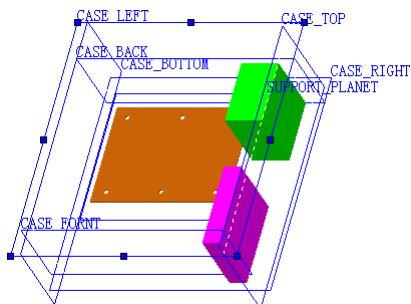
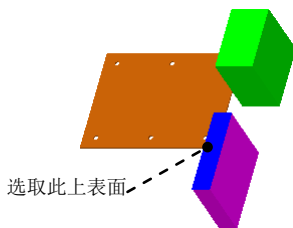

图 17.3.13 创建机箱的左平面
图 17.3.14 选取参考实体
Step7. 创建图 17.3.13 所示的机箱的左平面。选择下拉菜单 插入(I) → 参考几何体(G) → 基准面(P)... 命令。选取图 17.3.14 所示的模型表面作为参考实体，在 后的文本框中输入数值 15.0。左名称为 CASE_LEFT。